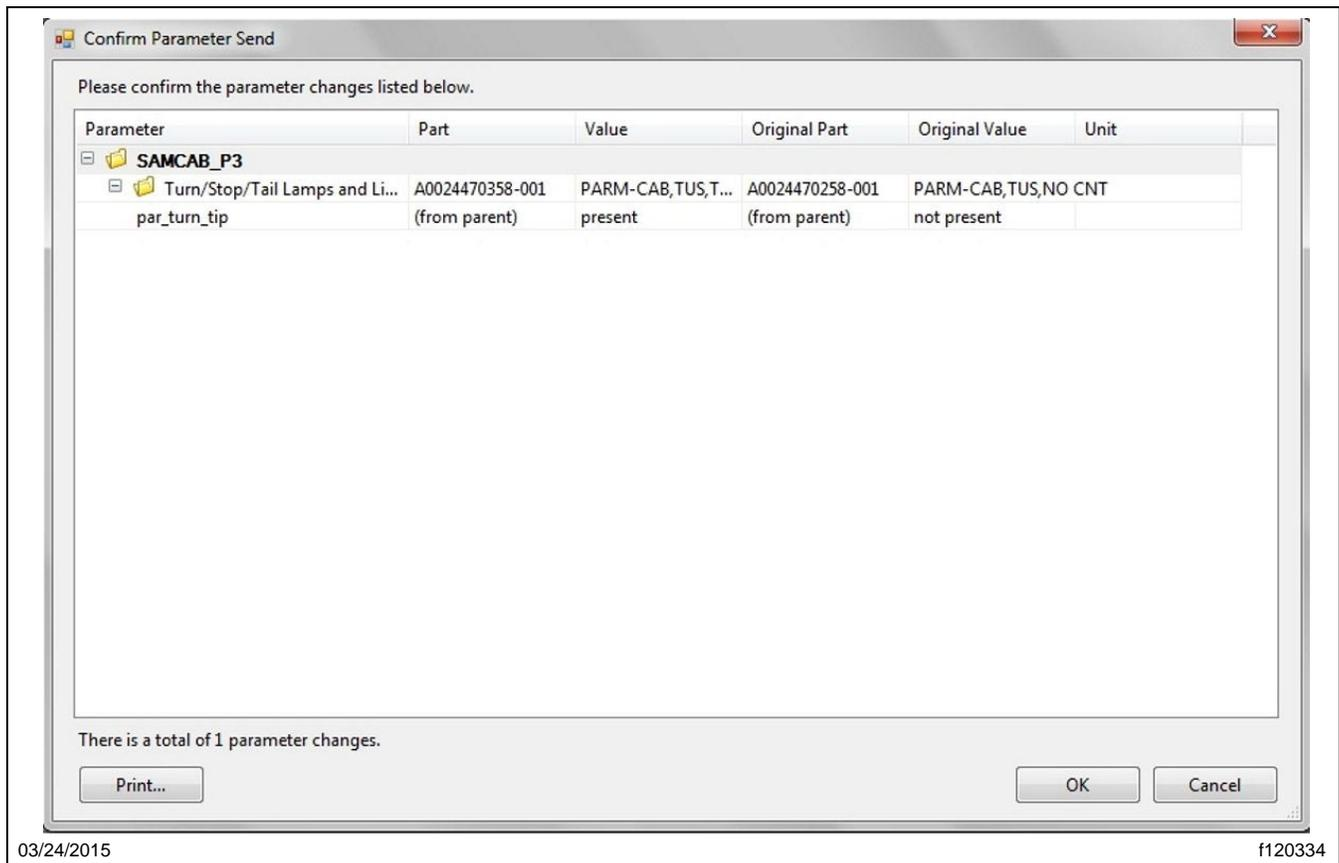

Fig. 14, Confirm Changes
7. Verify the parameter change. See **Fig. 14**.